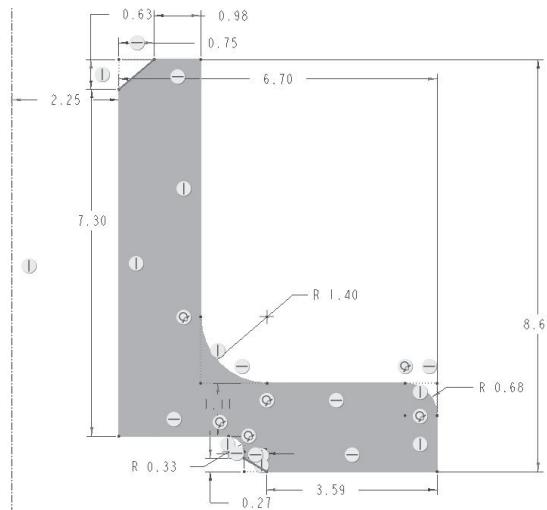

图2-1-6 绘制倒角结构
- (1) 在草绘器中，单击“倒角”按钮，执行“倒角”命令。
- (2) 系统提示“选取两个图元”时，分别在两个图元上单击，单击两个图元的位置点1、点2，系统自动创建倒角。
- (3) 系统再次提示“选取两个图元”时，继续选取两个图元，创建另一个倒角。直至单击鼠标中键，结束命令。
- (4) 参照法兰盘的倒角轮廓创建倒角结构，如图2-1-6所示。